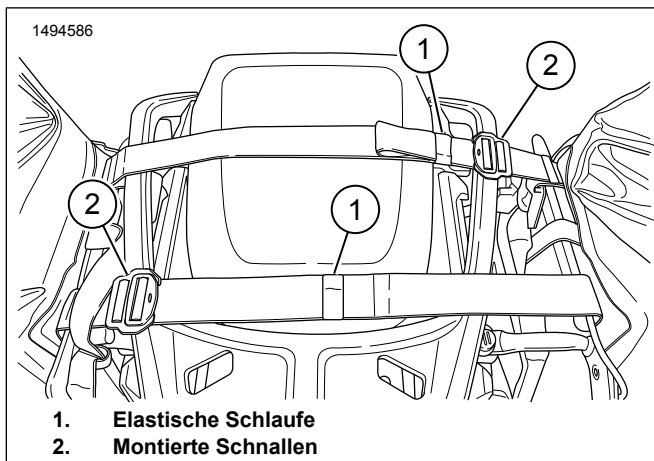

Abbildung 3. Gurte über Soziussitz
4. Abbildung 3 Die Satteltaschen so am Fahrzeug anbringen, dass die Gurten über den Soziussitz verbunden sind.
6. Abbildung 3 Überschüssige Gurtlänge in elastischen Schlaufen (1) sichern.